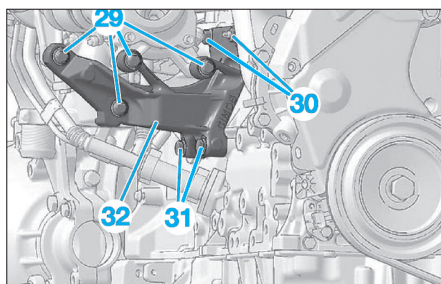

Fig. 55
• Déposer (Fig.55) :
- les vis (29) et récupérer les entretoises et bagues fendues,
- les écrous (30),
- les vis (31).